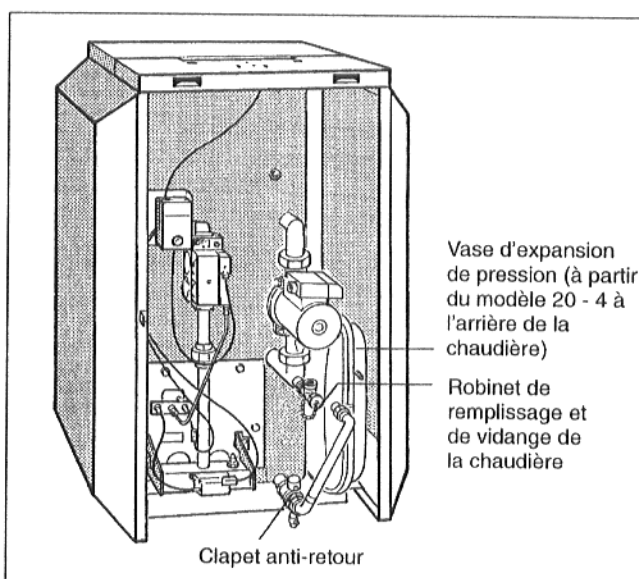
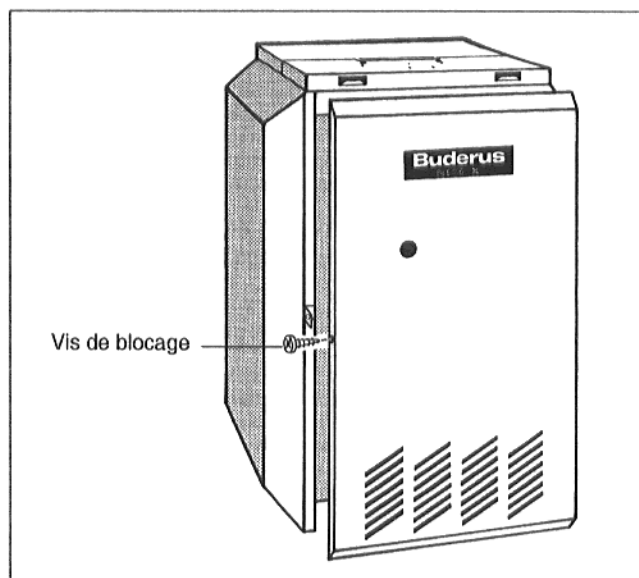
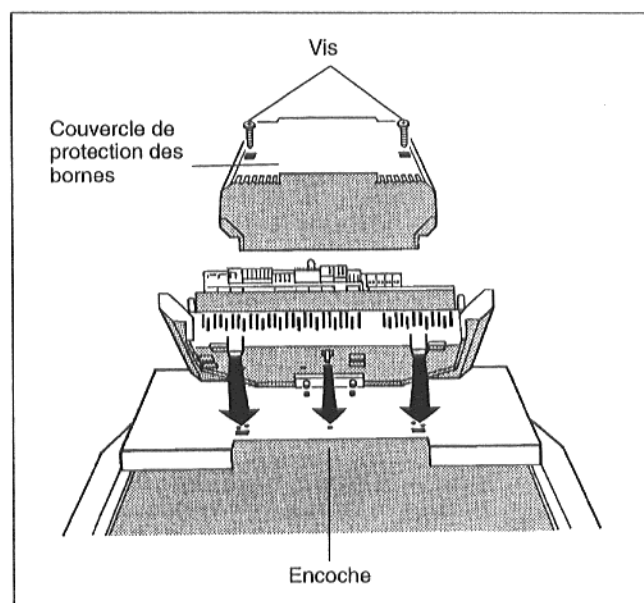
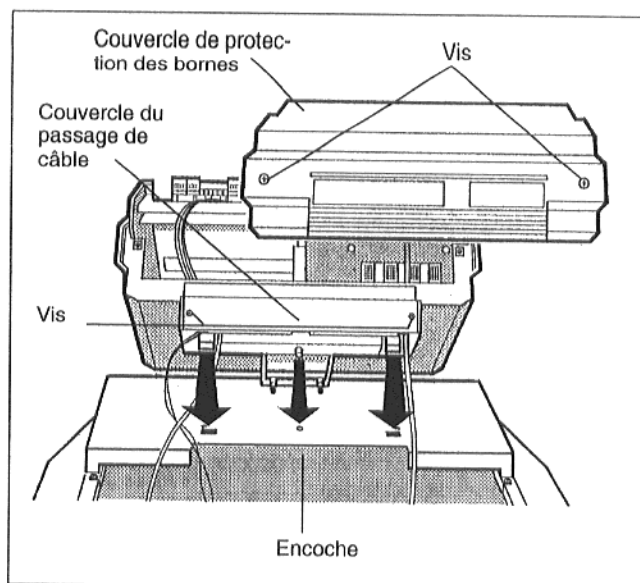

Fig. 9 G124 XV, paroi avant ouverte
Fig. 11 Retirer la paroi avant de la chaudière
Fig. 13 Ouvrir et installer le système de réglage 2000
Fig. 14 Ouvrir et installer le système de réglage 3000
Le vase d'expansion est séparé du système par fermeture du clapet anti-retour sous le capuchon rouge (Fig. 9). Pour retirer la paroi avant de la chaudière, voir Fig. 11.
- Retirer les vis de blocage des parois latérales gauche et droite (Fig. 11).
- Soulever la paroi avant de la chaudière et la tirer vers l'avant (Fig. 11).
- Dévisser les deux vis du couvercle de protection des bornes de l'appareil de réglage. Retirer le couvercle de protection des bornes (Fig. 13 ou Fig. 14).
Dévisser les deux vis du couvercle du passage de câble. Retirer le couvercle (Fig. 14).
- Installer l'appareil de réglage sur le capot avant de la chaudière de telle manière que les crochets avant de la partie inférieure de l'appareil de réglage entrent dans les trous ovales (Fig. 9 ou Fig. 14).
Insérer les tubes capillaires de la sonde pyrométrique et, dans le cas du réglage "Ecomatic", le câble de la sonde pyrométrique de l'eau de chaudière dans l'encoche présente dans le capot avant de la chaudière (Fig. 13 ou Fig. 14).
- Tirer l'appareil de réglage vers l'avant puis le pousser vers le bas, jusqu'à ce que les deux crochets élastiques entrent dans les trous à l'arrière (Fig. 13 ou Fig. 14).